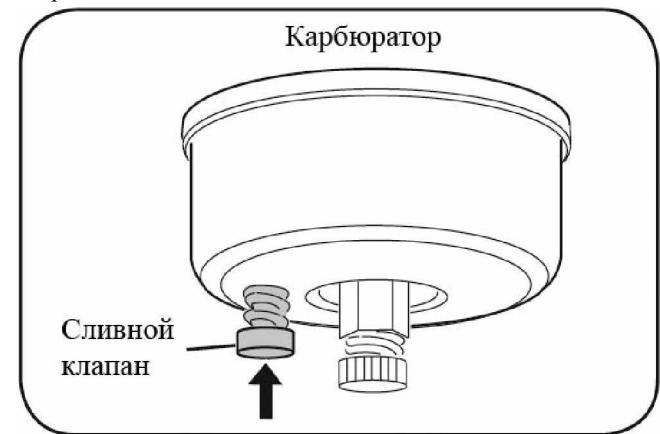

Рис. 14.
- Слейте остатки топлива из карбюратора, нажав на сливной клапан, расположенный в нижней части карбюратора (**см. рис. 14**).